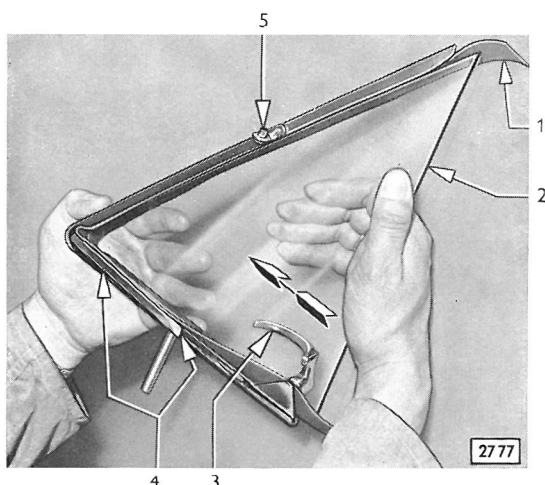

Bild 104 - Glasscheibe mit Hand in Fensterleiste einschieben
4. Wegen der Wölbung der Glasscheibe gibt es eine linke und eine rechte Scheibe. Gummifassung um die Glasscheibe herumlegen und Glasscheibe mit Gummifassung von Hand in Fensterleiste einschieben (Bild 104). Als Gleitflüssigkeit kann Glyzerin verwendet werden.